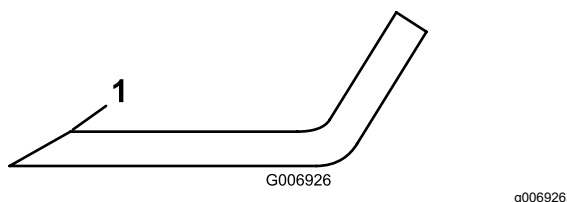

Figure 74
4. Examinez le tranchant de toutes les lames et affûtez-les s'ils sont émoussés ou ébréchés ; affûtez uniquement le haut du tranchant et conservez l'angle de coupe d'origine pour obtenir une coupe nette (Figure 74).